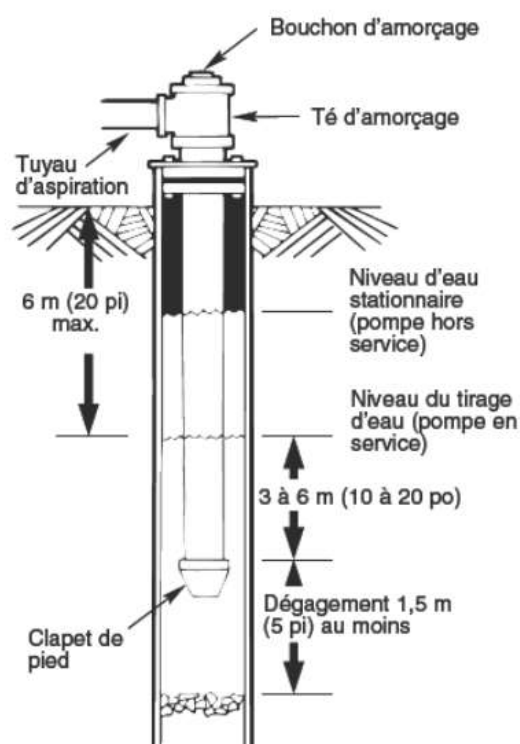

Figure 1 - Installation de puits cuvelé/creusé
5. Avec un clapet de pied, il est conseillé d'utiliser pour l'amorçage une connexion en té et un bouchon. (Fig. 1)
AVIS: Pour les longs chemins de câblage à l'horizontale, monter une connexion d'amorçage en té entre le clapet de retenue et la tête du puits (Fig. 1). Pour les installations par points de puisage menés, installer un clapet de retenue sur la tuyauterie. Vérifier si la flèche indiquant le flux du débit sur le clapet de retenue est orientée en direction de la pompe.